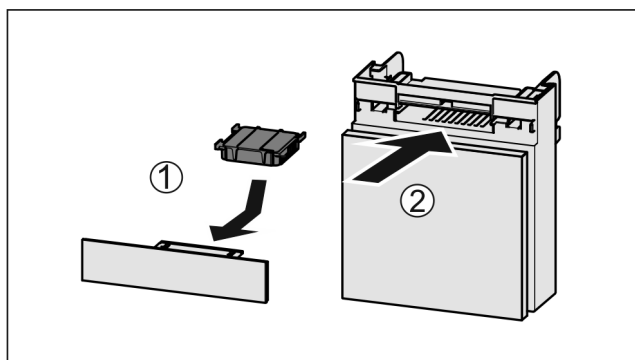

Fig. 52
- ▶ Filtr s aktivním uhlím vložte podle vyobrazení Fig. 52 (1).
- ▶ Zásuvku zasuňte Fig. 52 (2).